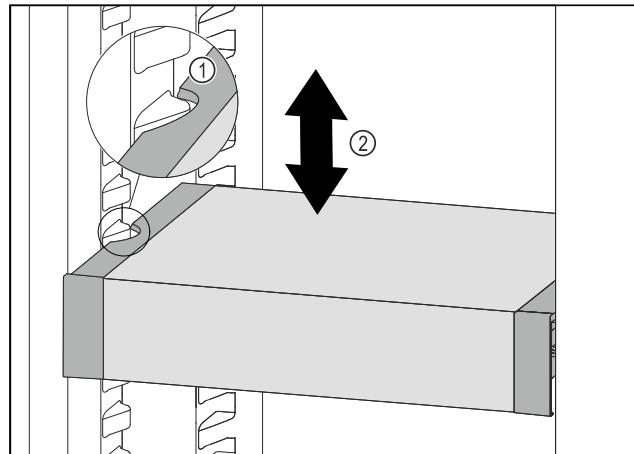

Fig. 91
- Тяните VarioSafe вперед, пока боковые выемки VarioSafe не окажутся на высоте выступа резервуара в холодильном отделении. Fig. 91 (1)
► Двигайте VarioSafe в холодильном отделении вверх или вниз, пока не будет достигнута требуемая высота. Fig. 91 (2)